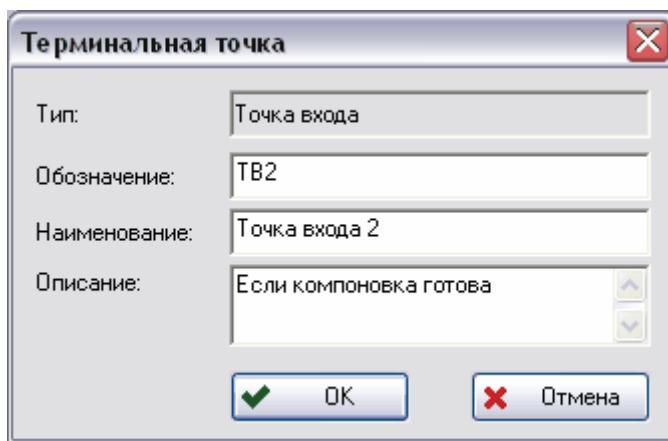

Рис. 8 Создание точки входа
3. В появившемся диалоговом окне **Терминалная точка** установите необходимые параметры (Рис. 8).